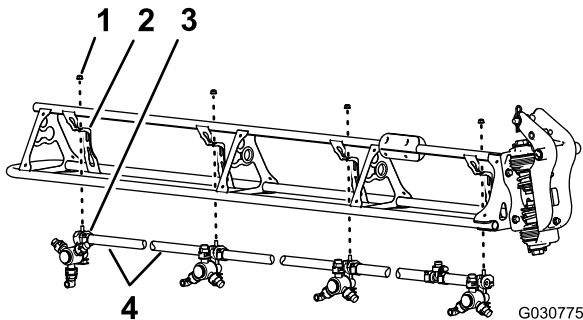

图120
1. 切断两个喷嘴之间的软管 图120。
2. 拧下将喷嘴固定到喷嘴固定架的凸缘锁紧螺母5/16 英寸 图120。